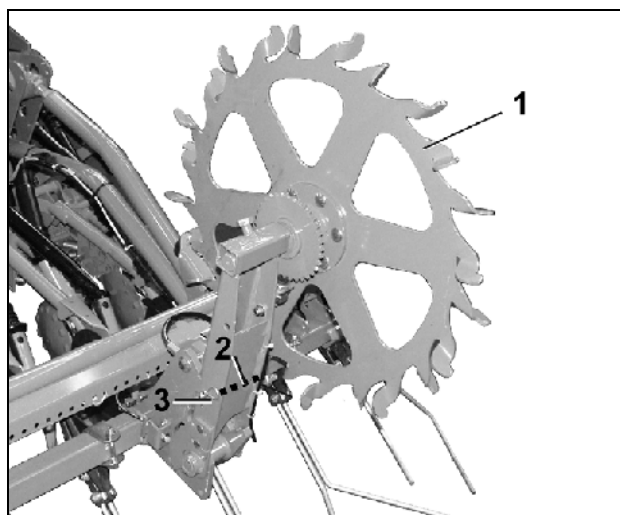

Fig. 113
- Sollevare brevemente a mano la ruota con sperone (Fig. 113/1), allentare la chiavetta trasversale elastica (Fig. 113/3), estrarre il bullone (Fig. 113/2) e abbassare la ruota con sperone.